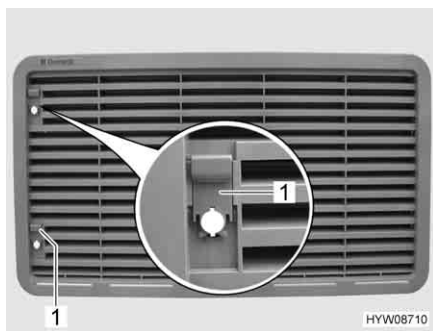

Fig. 147 Griglia di aerazione del frigorifero
- Spingere il cursore (Fig. 147,1) verso l'alto.